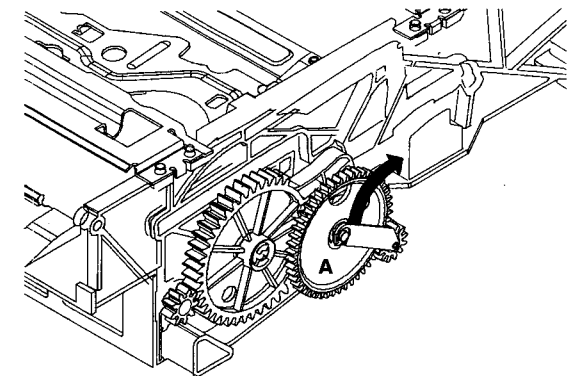

Abb. 2
- Die Klammer (Pos.102H) von der Achse am Lift lösen (Fig. 2).